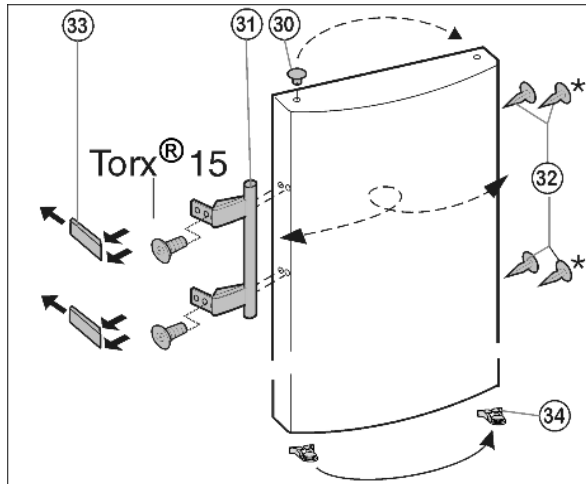

Fig. 7
- ▶ Faire déclipeter le crapaud élastique Fig. 7 (34) hors de la porte et le placer du nouveau côté de la charnière.
- ▶ Enlever le bouchon Fig. 7 (30) du coussinet de la porte et le mettre de l'autre côté.
- ▶ Démontez la poignée de porte Fig. 7 (31), le bouchon Fig. 7 (32) et les plaques d'appui Fig. 7 (33) puis les repositionner sur le côté opposé